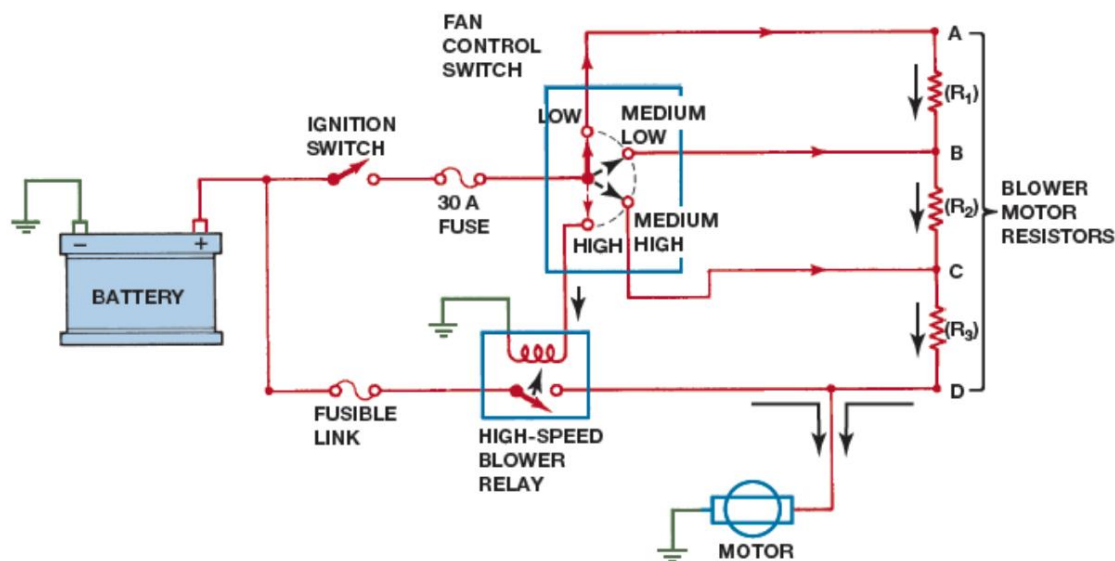

Figura 8. Circuito del motor del ventilador para un control de ventilador de cuatro velocidades.
- A través de una o más resistencias para reducir el voltaje y la corriente al motor del soplador que luego gira a una velocidad más lenta Figura 8.